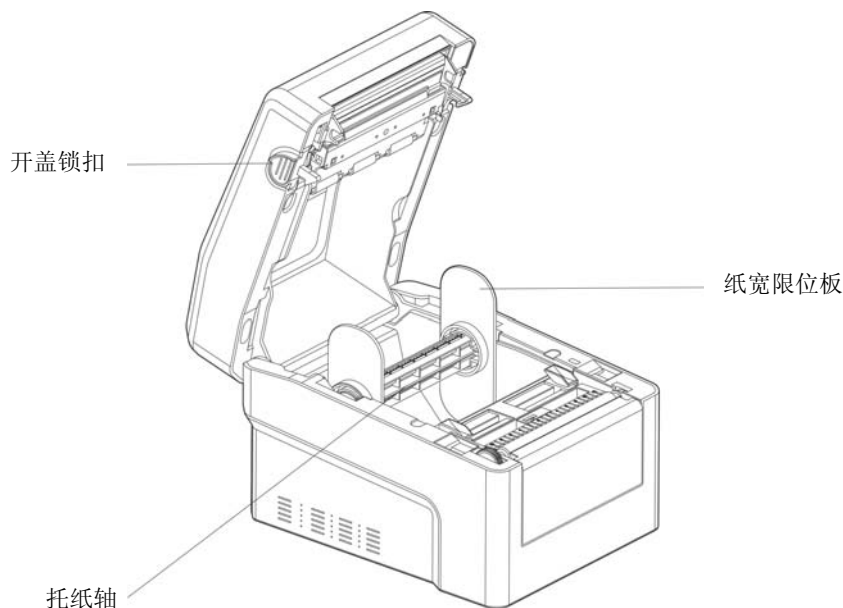

图 4-1 打开上盖
1. 扣住两侧的开盖锁扣并向外拉动，然后向上翻开上盖（如图4-1所示）。